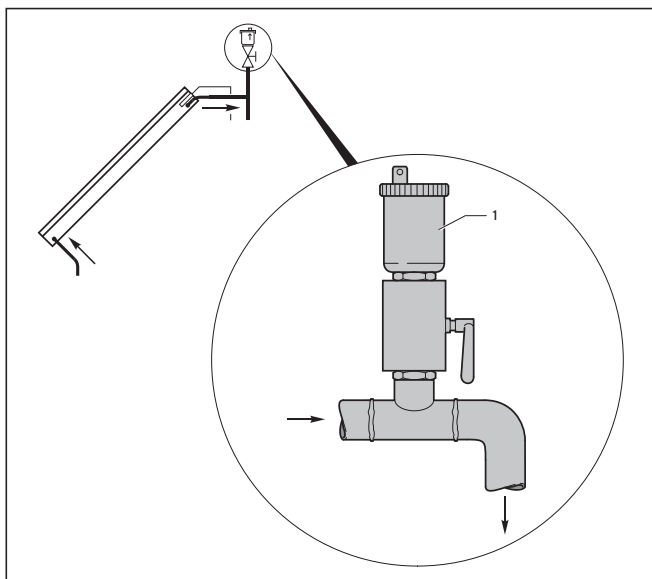

Fig. 6.2 Purgeur
- Purge via un purgeur automatique avec robinet d'arrêt (→ Fig. 6.2)